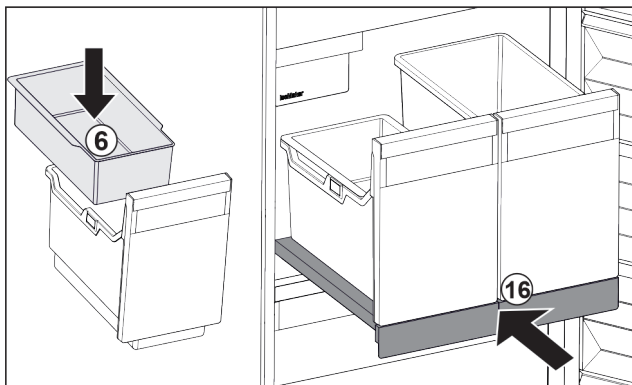

Fig. 32
- Introduzca el recipiente Fig. 32 (6) para cubitos de hielo.
- Introduzca la balda extraíble con el contenedor (IceTower). Fig. 32 (16)